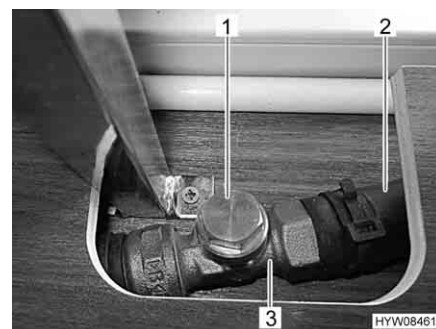

Fig. 117 Valvola aperta
- Afferrare la tubatura di bypass (Fig. 117,2) dietro la valvola (Fig. 117,3). Il tubo flessibile deve essere tiepido.
- Se il tubo flessibile non è tiepido, controllare la regolazione della valvola. Se la valvola è chiusa, ruotare il coperchio della valvola (Fig. 117,1) in senso antiorario.